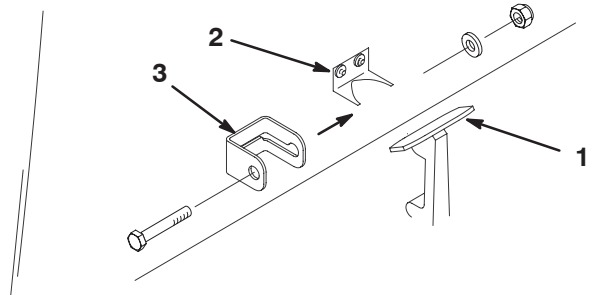

Bild 8
1. Haken Sie den Motorhaubenriegel aus der Motorhaubenriegelhalterung aus (Bild 8).
2. Schieben Sie die Motorhaubenbefestigungshalterung auf den Riegel (Bild 8).
3. Haken Sie den Riegel auf die Motorhaubenriegelhalterung (Bild 8).
4. Stecken Sie eine Schraube (1/4 x 1-1/2 Zoll) durch die Motorhaubenbefestigungshalterung und befestigen Sie sie mit einer Scheibe und Sicherungsmutter (Bild 8).